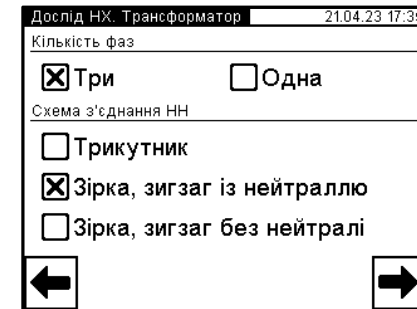

Рисунок 6.15
7) Вибрати варіант "Знижена напруга", після чого натиснути на кнопку для переходу у вікно "Дослід НХ, Трансформатор" (рисунок 6.15).
8) Встановити кількість фаз трансформатора, для чого натиснути в полі "Три" в підрозділі "Кількість фаз" у вікні "Дослід НХ. Трансформатор" (рисунок 6.15).
9) Вибрати варіант з'єднання обмоток НН трансформатора, що перевіряється, для чого натиснути в полі "Зірка, зигзаг із нейтраллю" або "Трикутник" в підрозділі "Схема з'єднання НН" вікна "Дослід НХ. Трансформатор" (рисунок 6.15).